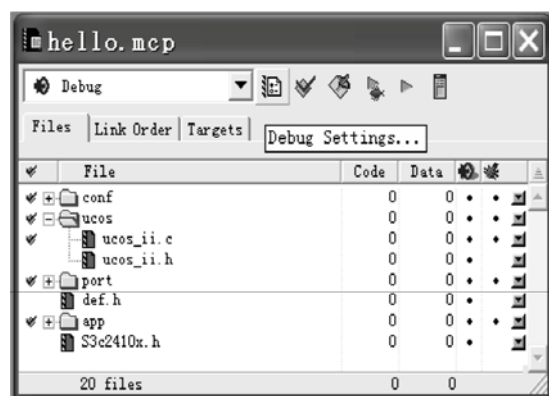
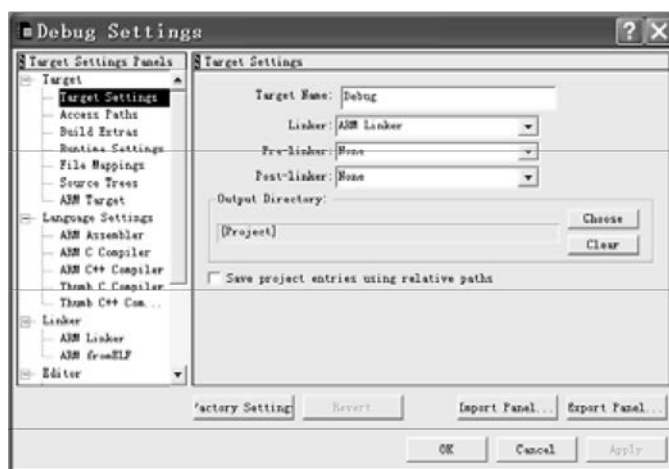

图 7.5 准备设置 Target Setting
图 7.6 Target Setting 对话框
1. 打开项目“hello.mcp”，在此项目窗口中，打开目标选择下拉表框，选择 Debug 生成目标，如图 7.5 所示；单击右侧的 Target Setting（此时已变为 Debug Setting）图标。如图 7.6 所示。
- 1) 设置生成目标的基本选项（Target Settings），这里请按照图 7.6 对该选项进行相应的设置。